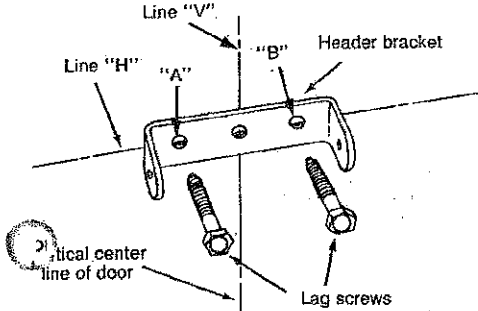

Fig. 4
3. Install header bracket (Fig. 4).